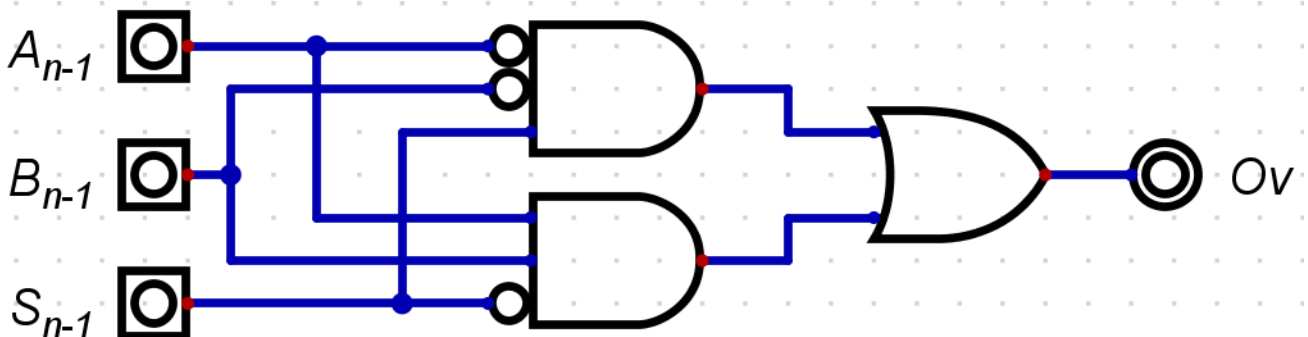

Figura 1. Implementación del detector de *overflow*
La figura 1 muestra una posible implementación del detector de *overflow* dentro del simulador *Digital*.
- Coloca sobre el circuito todas las puertas lógicas, así como las entradas y salidas, tomando como referencia la figura 1. Las puertas AND tienen dos entradas no negadas, pero no hay problema, pues las configuraremos una vez colocadas en el circuito.
- Traza los cables necesarios entre todas las puertas, entradas y la salida tomando como referencia el circuito de la figura 1. Observa cómo cuando un cable comienza o termina en otro cable el simulador pone automáticamente un punto de conexión en la unión.
- Etiqueta todas las entradas y salidas del circuito para que coincidan con las de la figura 1.
Para completar el dibujo del circuito mostrado en la figura 1 vamos a colocar la cadena **Detector de overflow** para la suma.